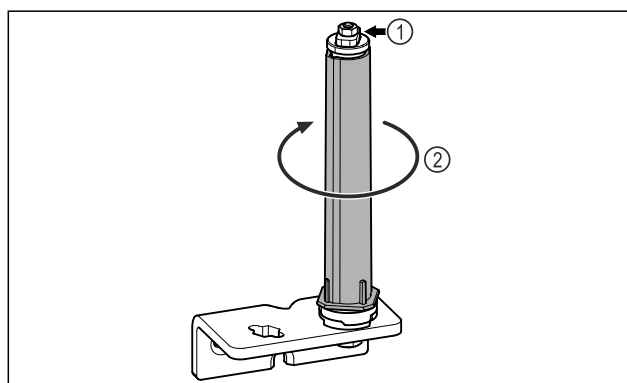

Fig. 21
- ▶ Ta inte isär dörlåssystemet Fig. 21 (1).
- ▶ Vrid låssystemet Fig. 21 (2) tills det klickar.